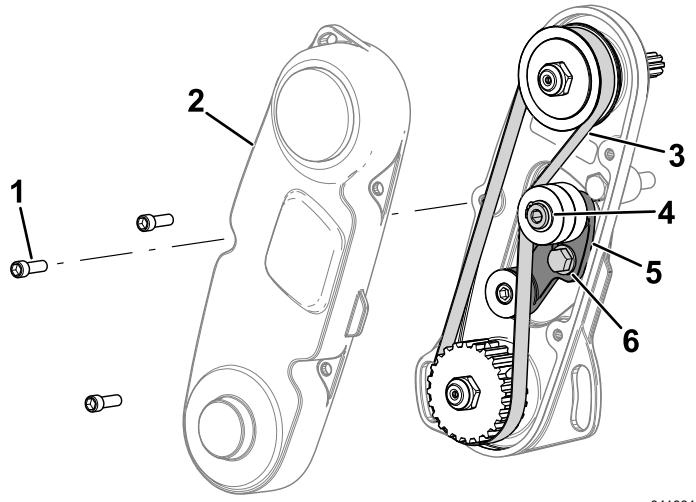

Figura 14
3. Utilize uma chave de torque tipo "beam" para aplicar 6 a 7 N·m de força no parafuso interno do braço intermédio superior (Figura 14).